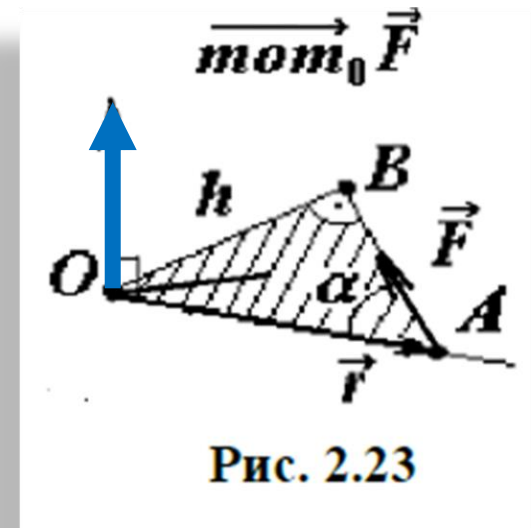

Рис. 2.23
- ⚙ **Замечание.** Из точки  $O$  на линию действия силы опустим перпендикуляр, длина которого равна  $h$ , где  $h$  - **плечо силы относительно точки  $O$**  (рис. 2.23).  $h = r \sin \alpha$ , тогда